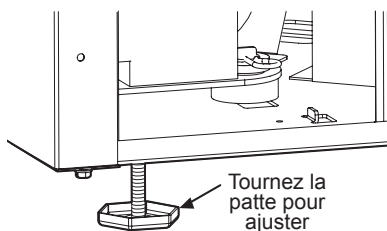

Figure 11
- 2 Si la machine à glaçons n'est pas de niveau, ajustez la patte aux coins de l'appareil, au besoin (Figure 11).